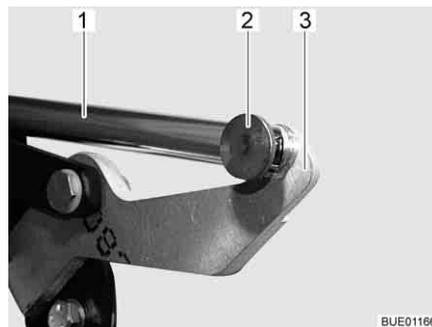

Bild 132 Antrieb
- Verbindung (z. B. Splint und Stift) (Bild 132,2) zwischen Schubstange (Bild 132,1) und Hebel (Bild 132,3) abnehmen.